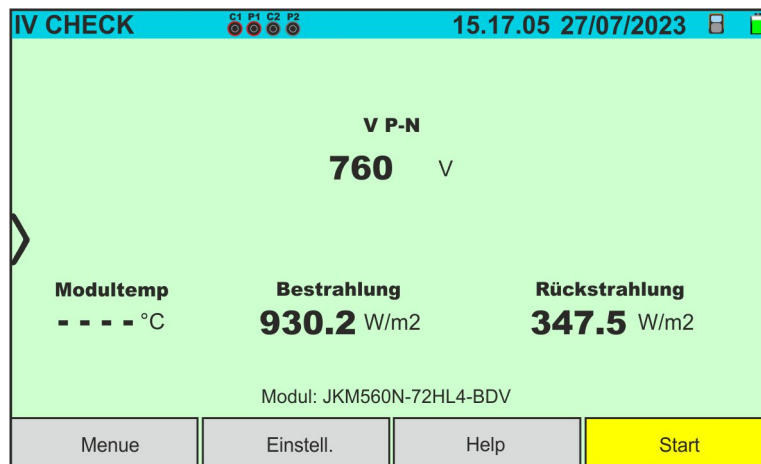

Abb. 66: Startbildschirm IVCK-Test ohne Fernstation bei Bifazialen Modulen
5. Bei **Bifazialen** Modulen ist die Anzeige von Abb. 66 am Display vorhanden. Es werden die folgenden Parameter angezeigt: